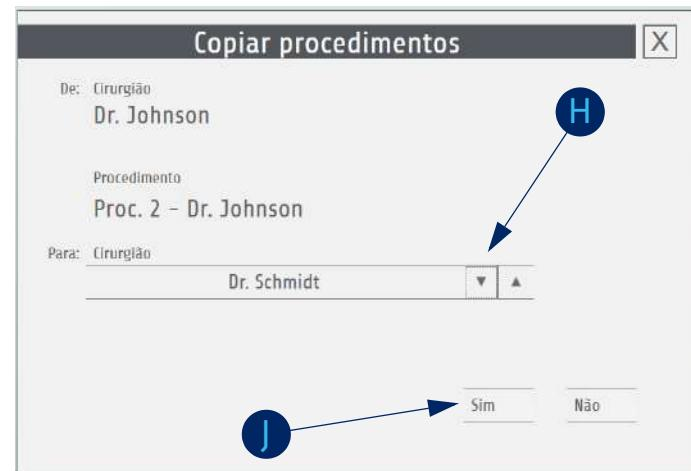

Fig. 186: Copiar um procedimento (2)
- É exibido um pop-up (fig. 186).